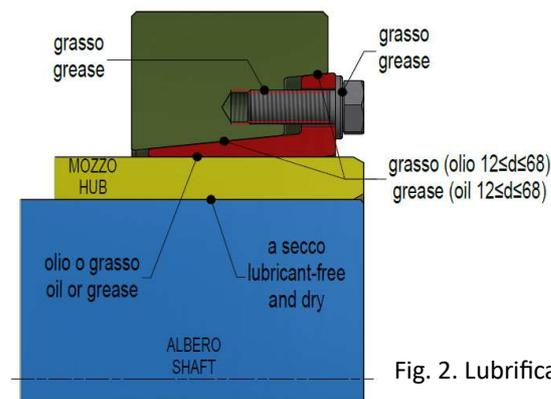
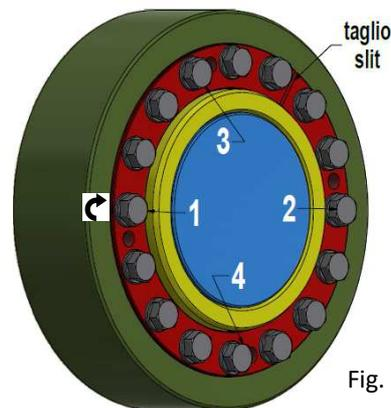

Fig. 2. Lubrificazione.
Fig. 3. Pre-serraggio.
**Non rimuovere il grasso da viti e superfici coniche** (fig. 2).
1. Pulire il diametro esterno del mozzo e il foro dello shrink disc. Lubrificare detto accoppiamento con olio o grasso, per una più facile installazione (fig. 2).
2. Prima del montaggio, **sgrassare con solvente e asciugare accuratamente foro mozzo ed albero** per garantire un **contatto a secco** (fig. 2). Tale operazione è fondamentale, poiché anche piccole tracce di lubrificante possono ridurre considerevolmente le caratteristiche funzionali del collegamento.
3. Collocare lo shrink disc sul mozzo, quindi accoppiare mozzo ed albero, assicurando i corretti posizionamenti. **L'albero deve supportare interamente la sezione in tolleranza del foro mozzo** (fig. 2). **Avvitare manualmente tre/quattro viti equamente spaziate** (fig. 3), assicurandosi che **anello interno ed esterno siano paralleli**; avvitare manualmente le viti restanti.